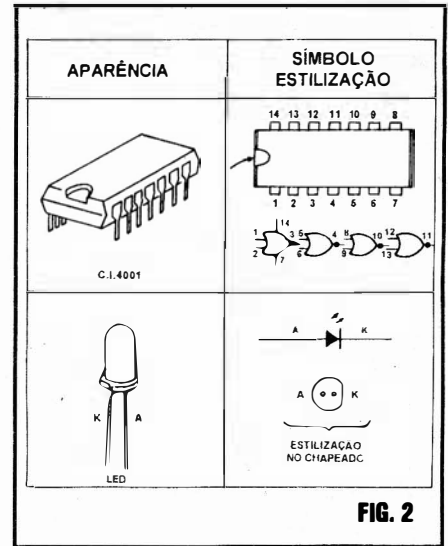
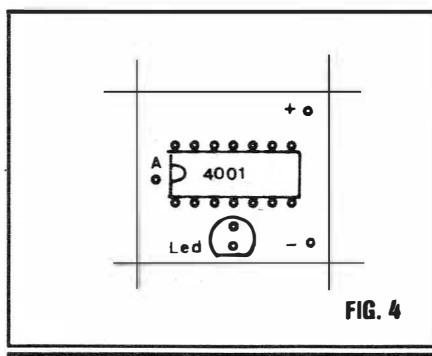

FIG. 2
FIG. 4
- **FIG. 2 - PRINCIPAIS COMPONENTES DA MONTAGEM** - O título do presente item é uma “redundância”, já que os principais componentes são os “únicos” componentes do circuito: o Integrado e o LED... Ambos são vistos, na figura, em suas aparências, símbolos,
- FIG. 4 - “CHAPEADO” DA MONTAGEM - Agora vista pela face não cobreada, a plaquinha mostra, devidamente posicionados, o Integrado e o LED (em dúvida, consultem novamente a fig. 2...). Observar a orientação da extremidade marcada do 4001 e o lado chanfrado do LED. O ponto “A” destina-se à conexão da antena sensora, enquanto que os pontos “+” e “-”, obviamente, destinam-se à recepção dos cabos provenientes do suporte de pilhas (alimentação)...